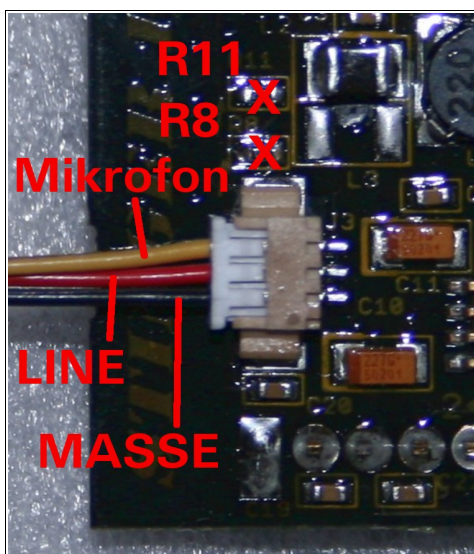
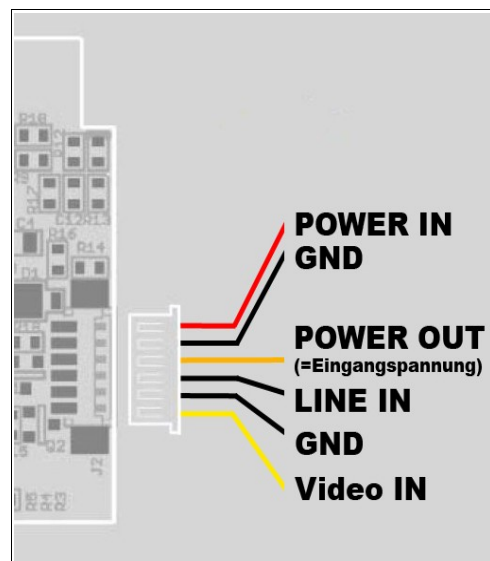

Bild 2: Die Audioeingänge
Bild 3: Stromversorgung + Video
- Alle Massen sind identisch und auf der Platine des Nano-Pro intern miteinander verbunden („Ground“, „Video Ground“ und die „Masse“ in Bild 2).
- Der „Line“-Anschluß aus Bild 2 ist ebenfalls intern mit „Line In“ (Bild 3) auf der Platine verbunden.
- Wird der Mikrofoneingang nicht benötigt, kann der Anschluß des 3-poligen Steckers aus Bild 2 somit komplett entfallen.
In Bild 2 sind die beiden Widerstände **R8** (MIC) und **R11** (Line) erkennbar. Bei Verwendung eines dieser beiden Eingänge sind die Widerstände daher jeweils mittels einer geeigneten Löt-ausrüstung zu entfernen * *!
Die Funktion sorgt jedoch auch dafür, daß „UB + Kamera“ (s. Bild 3) beim Ansprechen der Schutzfunktion unterbrochen wird. Die auf dem Nano-Pro angebrachte LED verlischt und gilt dafür als weiteres Indiz.